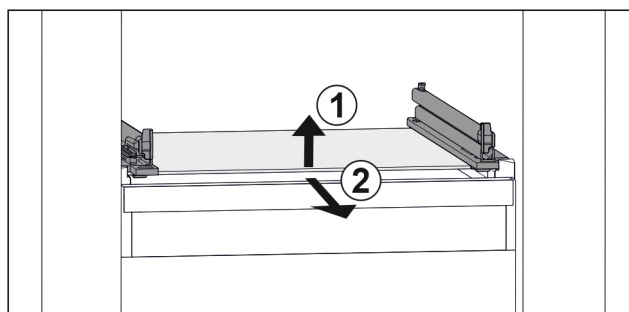

Fig. 46 Reprezentare exemplificativă a plăcii de sticlă
- Ridicați placa de sticlă din față. Fig. 46 (1)
- Extrageți placa de sticlă spre înainte. Fig. 46 (2)